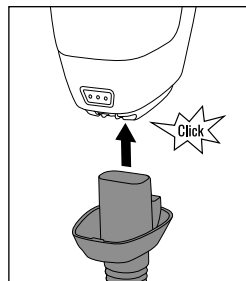

Fig. 8
- ♦ Sæt sugeslange-adapteren 24 på motorenheden 8, indtil den klikker hørbart på plads (se fig. 8).